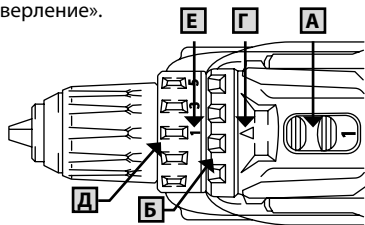

Рисунок 2.3.4.2. Работа в режиме шуруповерта
- Переведите переключатель скорости «А» (рисунок 2.3.4.3.) на отметку 2.
- Отрегулируйте кольцо выбора режима «В» (рисунок 2.3.4.3.) на отметку «сверление».